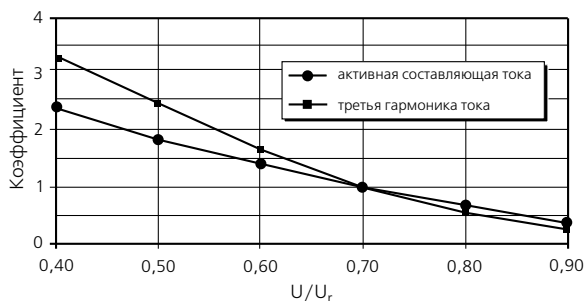

Рис. 6.3.7
- Коэффициенты для полного активного тока утечки и активной третьей гармоники как функции градиента напряжения и окружающей температуры. Такие коэффициенты используются для пересчета фактических значений градиента напряжения и окружающей температуры при проведении измерений в значения для стандартных рабочих условий. Примеры таких коэффициентов приводятся на рис. 6.3.7 и 6.3.8.